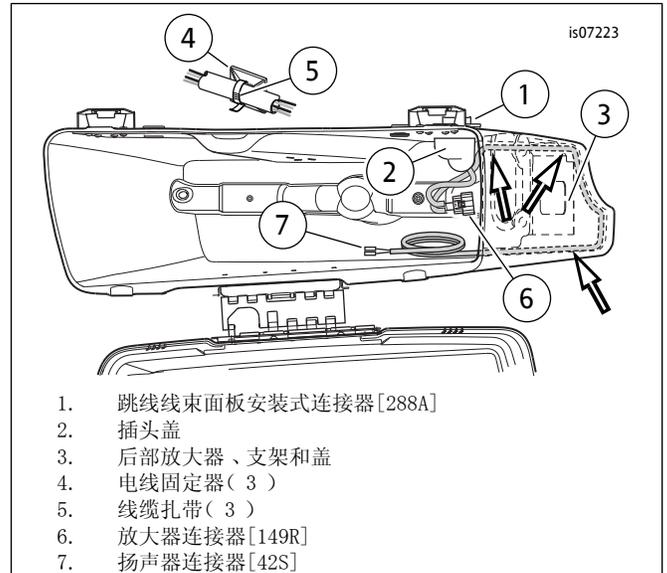
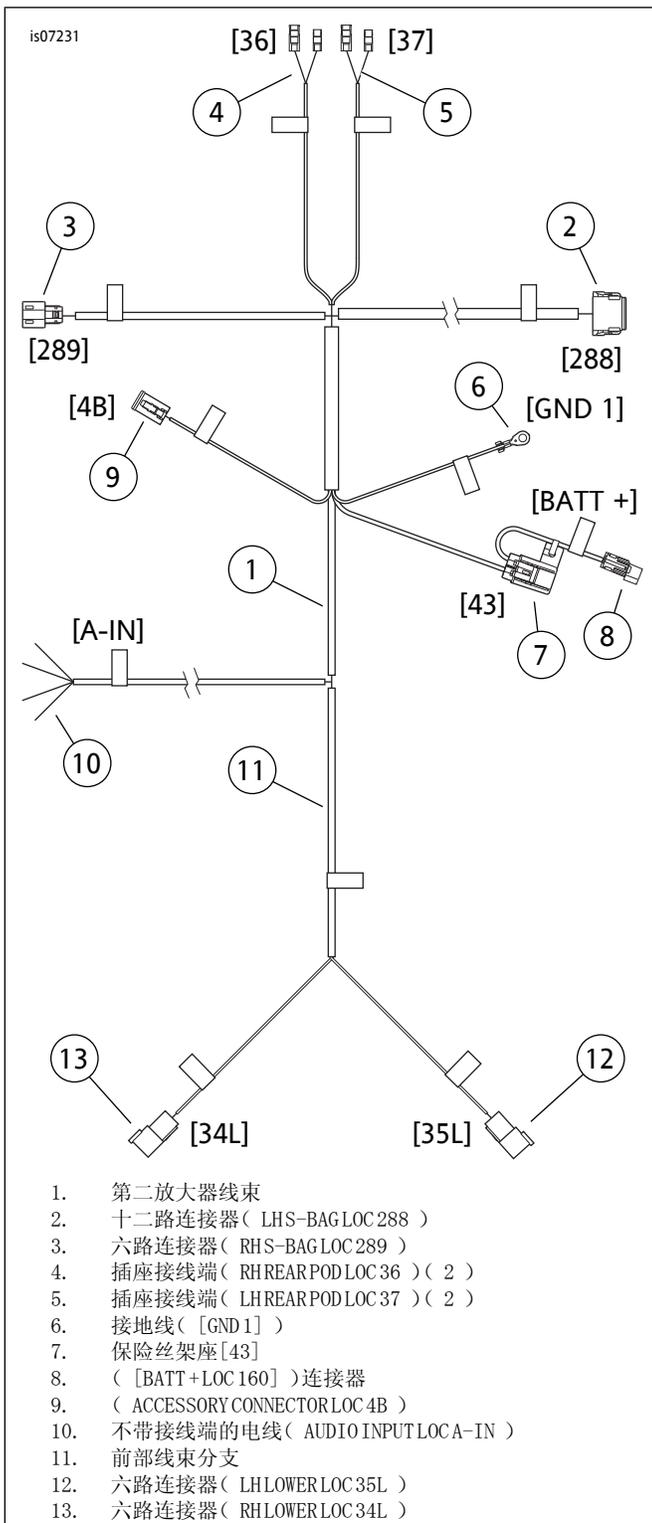

图3。在左侧边箱内侧布线束
图6. 第二放大器线束
- 参见图3。将跳线线束连接器[149R]（6）和[42S]（7）从外侧穿过边箱内侧壁上切割的矩形开口，使12路面板安装式连接器[288A]（1）卡入开口。
- 参见图7。从套件中取出三个电线固定器(14)三条线缆扎带(15)。去掉每个电线固定器上的背胶衬垫,将其粘贴至边箱内壁,距离边箱底部约25 mm (1 in),如图3所示。使用线缆扎带(5)将跳线线束固定至电线固定器(4)。
2. 参见图6。将十二路连接器(2)(标有LHS-BAG LOC 288)插入左侧边箱上的插座(参见图3:项目1)。连接器具有键条,可防止错误组装。应听到一声清晰的“咔嚓”声。
3. 将线束(图6:项目1)向前布设至后挡板前部。使用套件中的线缆扎带将该线束分支固定至边箱支架后部上方,使后部的线束足够松弛,可以轻松到达边箱。
3. 将线束 (图6：项目1) 置于座椅下方区域。将十二路连接器 (2) (标有LHS-BAGLOC 288) 布设至中间车架横梁下方 (左侧车身紧固件凸台下方)。
6. 向前布设其余线束 (图6：项目1)。使用套件中的线缆扎带将该线束分支固定至车架。
2. 参见图6。从第二放大器线束上六路Molex连接器（3）（标有RHS-BAGLOC 289）的空腔5和6剪断绿色和浅绿色/棕色电线。回收利用或正确处置连接器。遵循维修手册将两个Deutsch插座接线端（零件编号72191-94，单独购买）安装至电线端头。